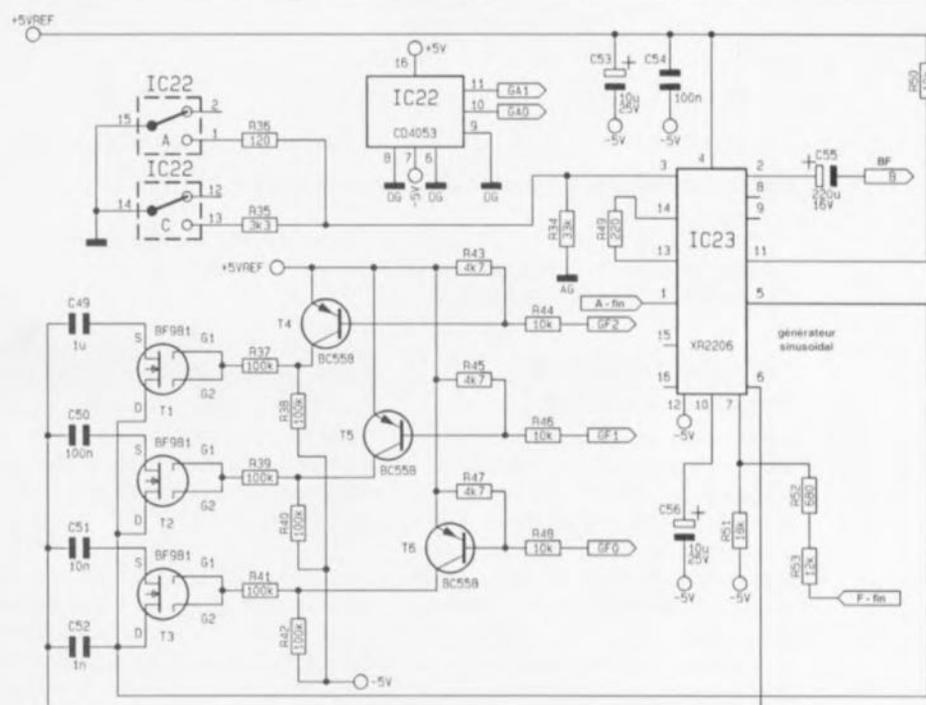

Figure 1. L'électronique du générateur sinusoïdal.
1. le générateur sinusoïdal (figure 1),
Le circuit intégré XR2206 (IC23) est sans le moindre doute le composant central du schéma de la figure 1. Il s'agit en effet du circuit intégré archiconnu d'Exar que l'on retrouve très souvent dans des circuits du type « générateur de fonctions ». Dans le cas de l'audiographe, le XR2206 génère le signal sinusoïdal de sortie qui se situe dans une plage de fré-